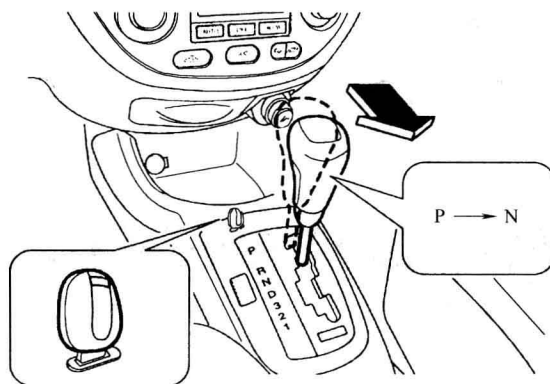

图 1-6 释放操纵手柄
- ① 将点火关闭并拔掉钥匙。
- ② 踩下制动踏板并保持不动。
- ③ 如图 1-6 所示, 将点火钥匙插入制动换挡互锁槽。
- ④ 换挡至空挡 (N)。
- ⑤ 将钥匙从制动换挡互锁槽上拔去。
- ⑥ 启动发动机并转换到您想要的挡位。
- ⑦ 尽快让您的车辆得到维修。